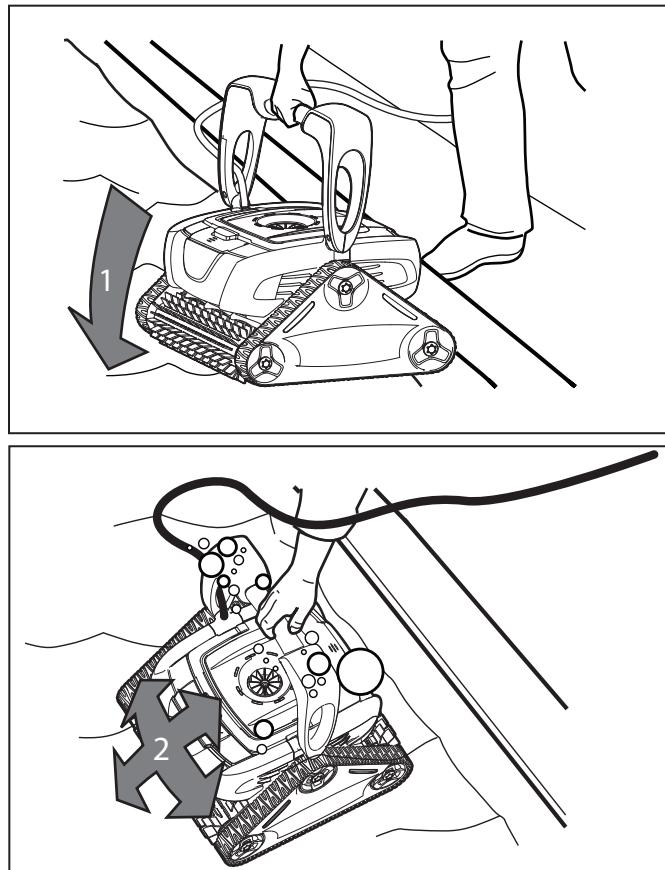

Figura 12. Sumerja y retire el aire atrapado
1. Sumerja el limpiador verticalmente (1) y manténgalo bajo la superficie, moviéndolo con delicadeza de un lado a otro (2) para remover el aire que haya quedado atrapado, hasta que dejen de salir burbujas (vea la figura 12).